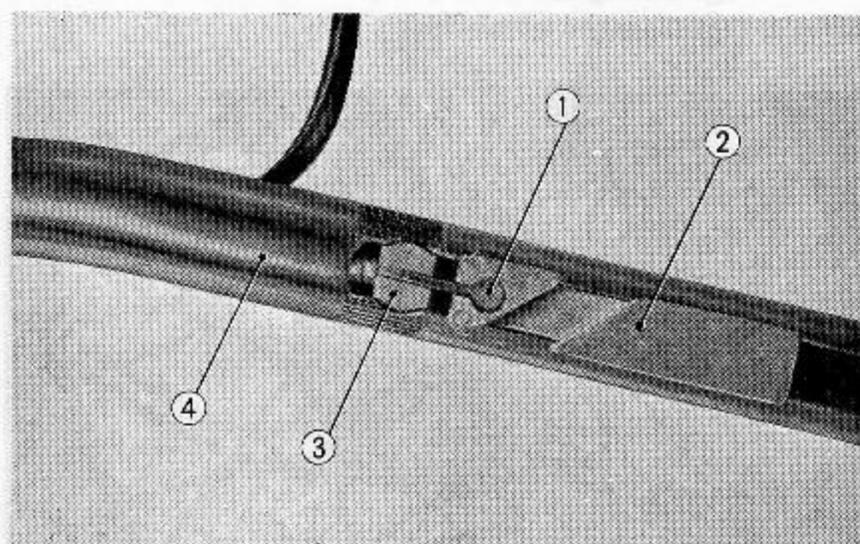

Abb. 4.8 Gaszug ausbauen
- (7) Gaszug ausbauen; hierzu zwei 5×24mm Schrauben lösen und Abblendschalter und Gasdrehgriff abbauen. Das Gaszugkabelende am Gaszugschieber aushaken. (Abb. 4.8)